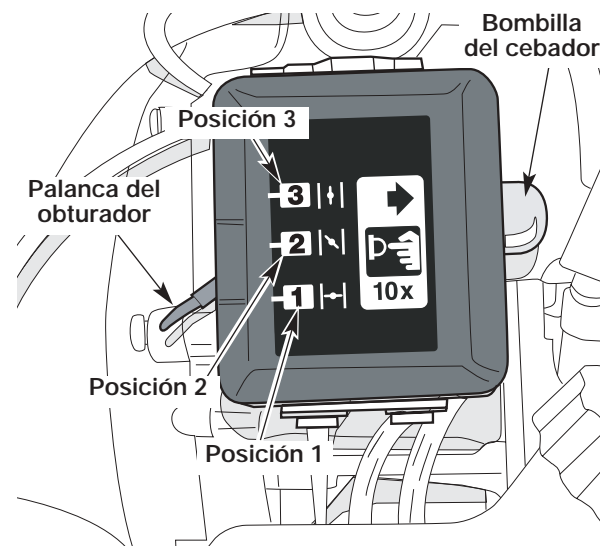

Fig. 7
3. Oprima completamente el cebador y suéltelo 10 veces. Hágalo lentamente. Se deberá ver un poco de combustible en el cebador y en las tuberías de alimentación de combustible (Fig. 7). Si no puede ver el combustible en el cebador, oprímalo y suéltelo tantas veces como sea necesario hasta que vea combustible en el mismo.
4. Coloque la palanca del obturador en Posición 1 (Fig. 7).